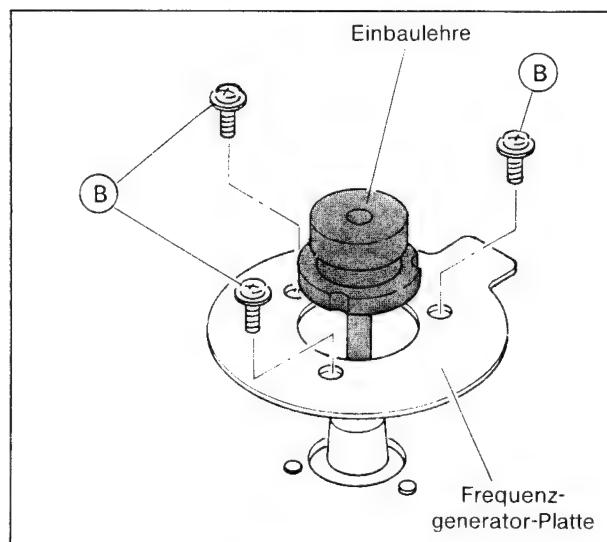

Bild 2-14
5. Beim Einbau den Frequenzgenerator mit der Einbaulehre zentrieren (Bild 2-14).